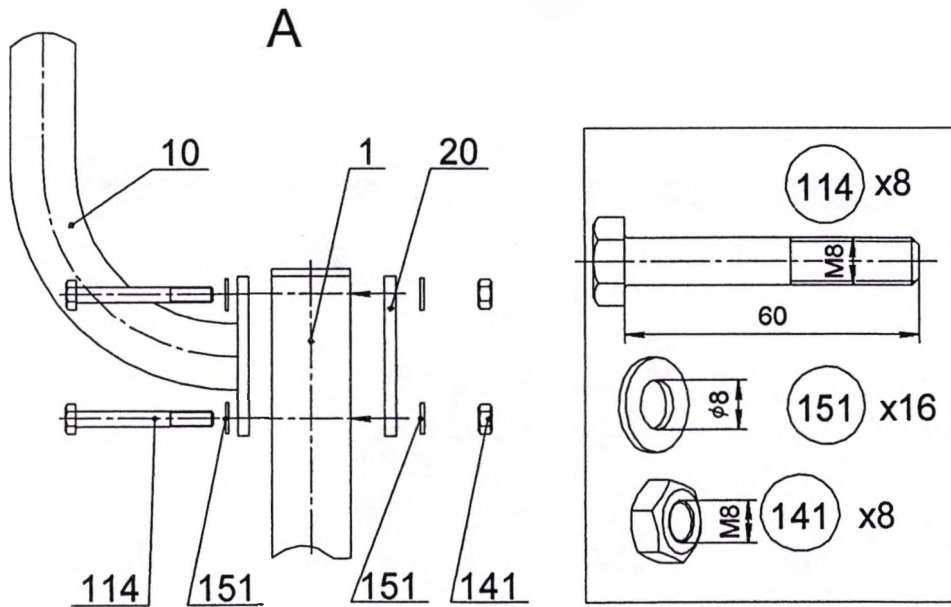

Рис.6
10.3.3.1 Установить и закрепить рукоятки поз.10 (рис.6)